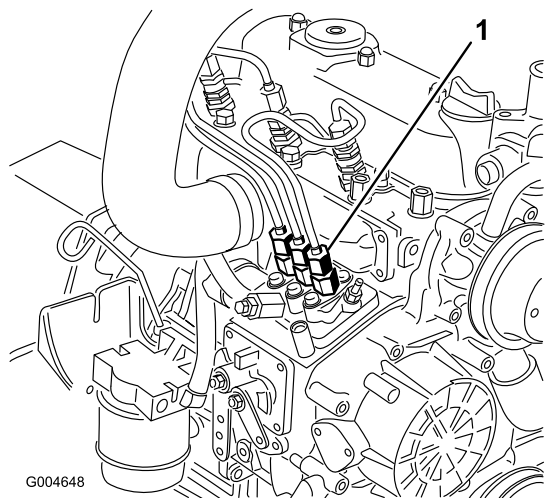

Figura 48
1. Coloque um tapete por baixo da tubagem que sai da bomba de injeção para o bocal injector n.º 1 conforme ilustrado em Figura 48.